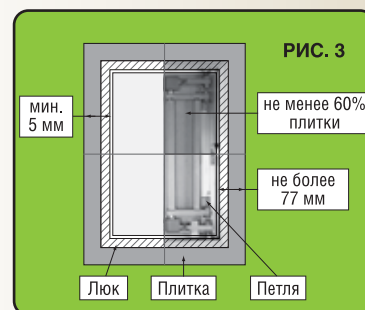

РИС. 3
Плитка или ряды плиток должны полностью перекрывать габариты дверцы люка и выступать за его пределы минимум на 0,5 см с каждой стороны (см. рис. 3); Со стороны петли плитка не должна выступать более чем на 7,7 см, для возможности открытия дверцы; Минимум 60% площади плитки должно находится на дверце люка.
3) Заполнить швы силиконовым герметиком, подобрав при этом герметик по цвету затирки. Заполнять шов при этом сильно не следует, главное не оставлять расщелин между плитками (рис. 3).